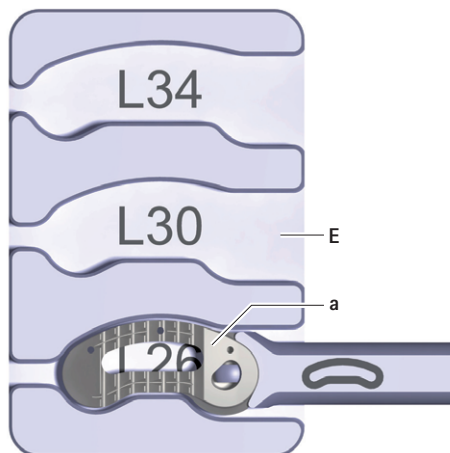

Rys. 8 Implant w pozycji 0°
- ▶ Implant próbny **D** przytrzymać w pozycji **D 0°** w instrumencie do wprowadzania **A**, patrz Rys. 8.
- ▶ Przytrzymać implant w pozycji 0°, patrz Rys. 8.